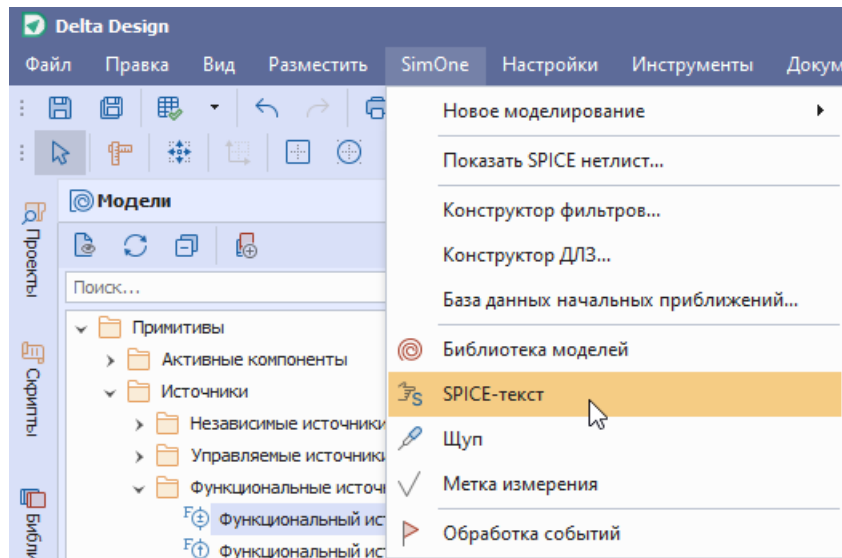

Рис. 24 Добавление объекта SPICE-блока
1. С помощью главного меню «SimOne» → SPICE-текст», см. Рис. 24.